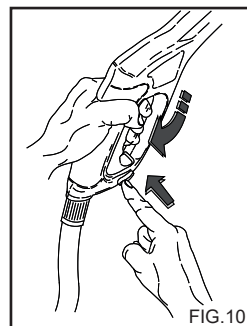

FIG.10
- Wenn der Hochdruckreiniger nicht benutzt wird, die Sicherheitsvorrichtung am Griff schließen. (Fig.10)